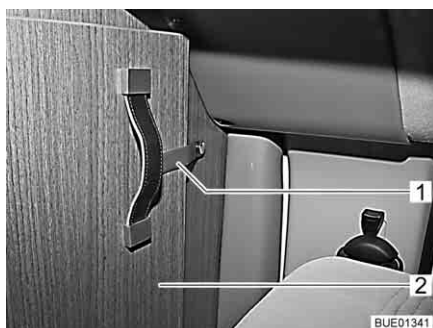

Bild 50 Låsband
- Lossa låsbandet (Bild 50,1) från den fällbara delen av skiljeplattan till förarhytten (Bild 50,2).